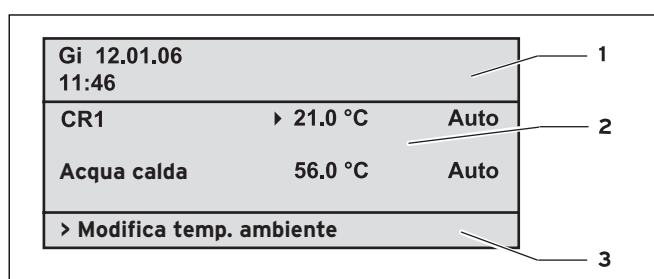

Fig. 4.2 Panoramica display (esempio di visualizzazione base)
- visualizzazione base (fig. 4.2)
Il principio d'uso descritto di seguito si applica alla visualizzazione base (fig. 4.2) e alle diverse schermate di visualizzazione/immissione del livello utente.
Situazione di partenza: È visualizzata la schermata di base (vedere fig. 4.2). La procedura di accesso alla schermata di base è descritta nella sezione 4.3.3.
Cliccando con uno o entrambi i selettori, si passa dalla visualizzazione base semplificata alla successiva schermata (vedere fig. 4.2).